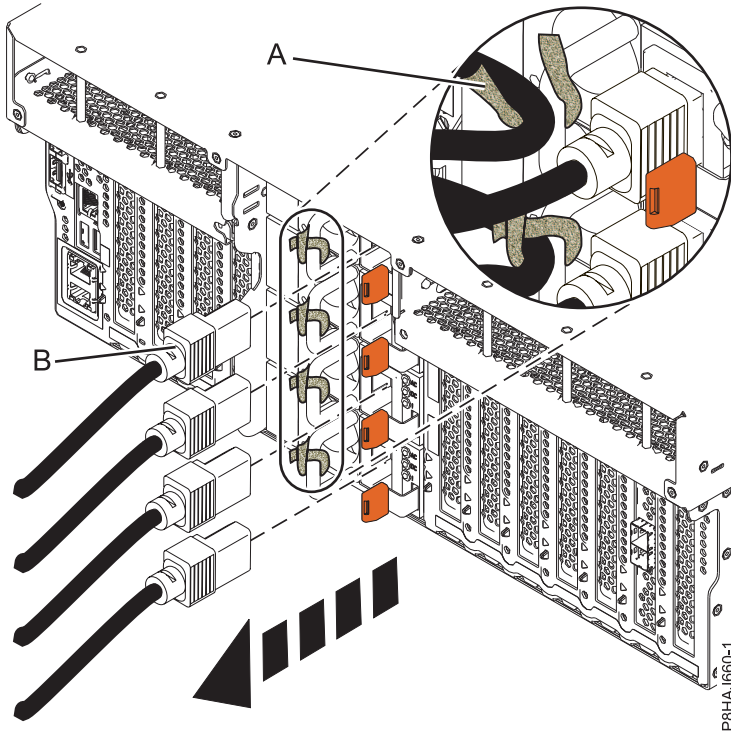
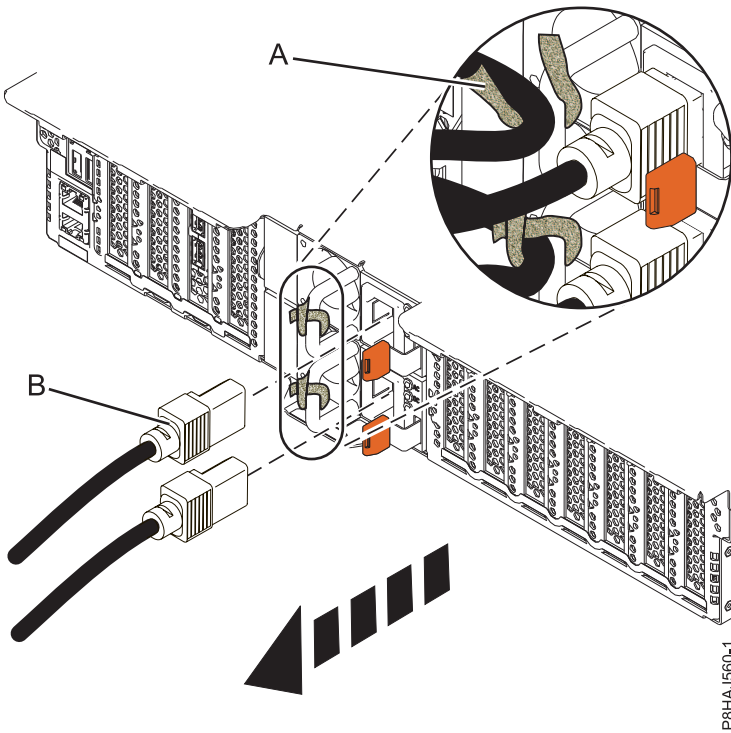
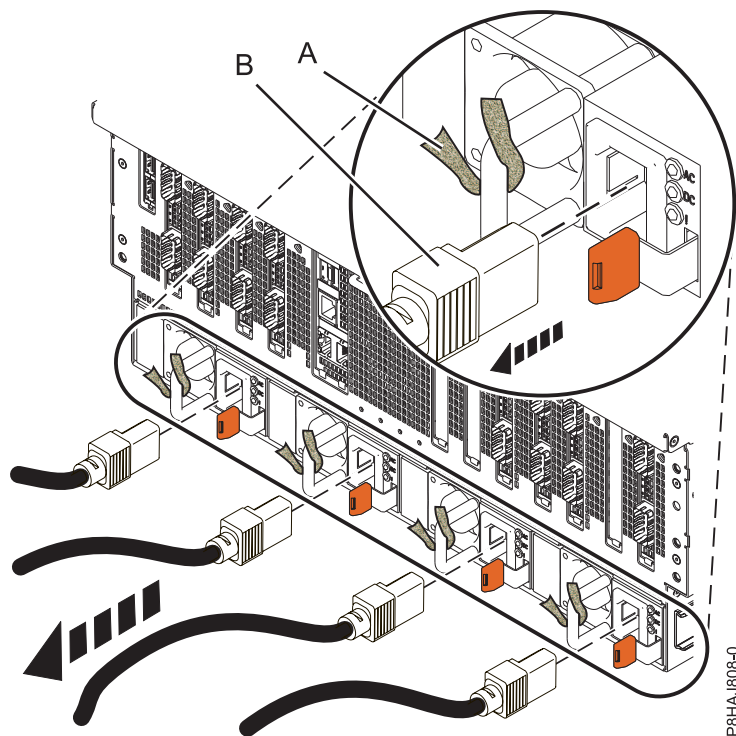

Figura 28. Extracción de los cables de alimentación de un sistema 8247-42L, 8286-41A o 8286-42A
Figura 29. Extracción de los cables de alimentación de un sistema 5148-21L, 5148-22L, 8247-21L, 8247-22L, 8284-21A o 8284-22A
Figura 30. Extracción de los cables de alimentación de un sistema 8408-44E o 8408-E8E
3. Desconecte los cables de alimentación (**B**) de la unidad del sistema. Consulte la Figura 28 en la página 44, la Figura 29 en la página 44 o la Figura 30 en la página 45 según el tipo de sistema.